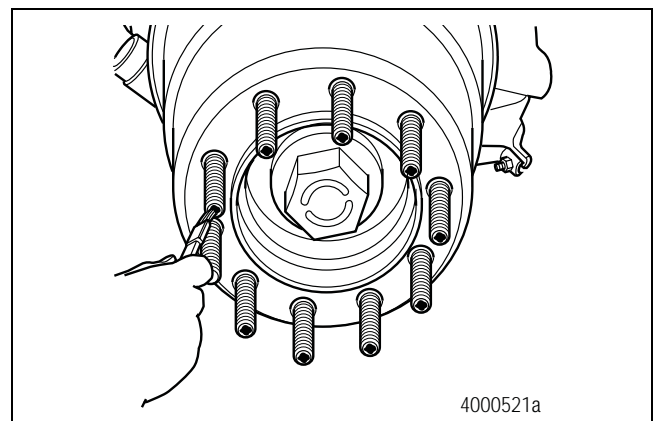

Figura 6.26
3. Marque la relación de la rueda y la maza. Retire el conjunto de neumático y rueda. Use una barra de pintura para marcar los pernos de rueda que va a retirar. Figura 6.26. No utilice de nuevo los pernos usados.